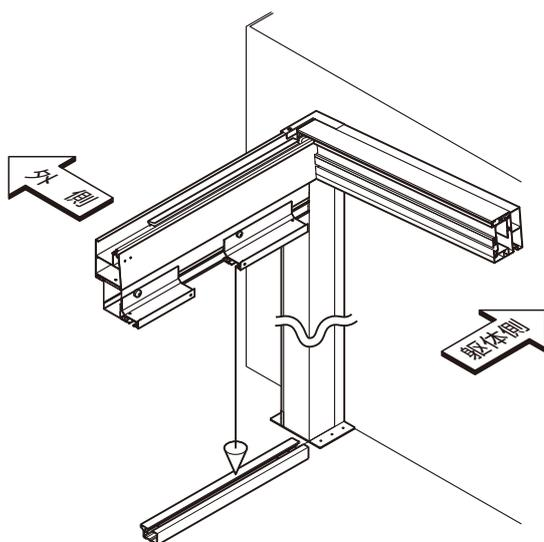

図6-5 正面下レール2の切断位置
- 分断する位置は、下げ振りを使って上レールと同じ位置になるようにしてください。(図6-5参照)